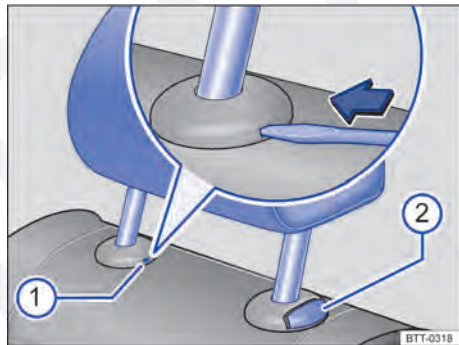

Fig. 65 Desinstalar o apoio para cabeça traseiro.
- Se necessário, pressionar a haste da chave de fenda da ferramenta de bordo na fenda da capa de cobertura ⇒ Fig. 65 ① no sentido da seta e segurar nesta posição.
- Ao mesmo tempo, pressionar o botão ②, enquanto outra pessoa retira totalmente o apoio para cabeça.